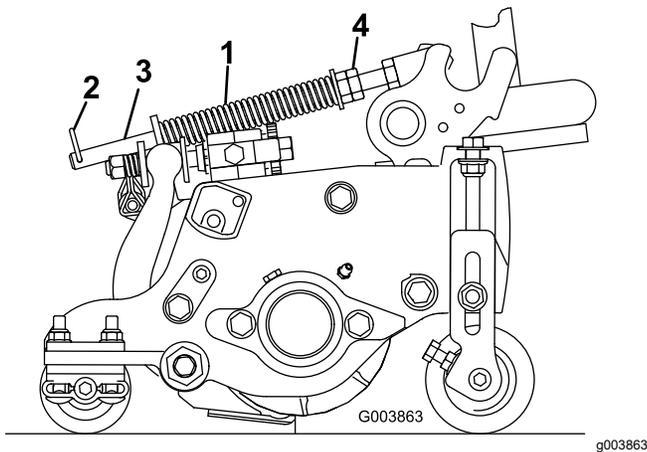

図 53
ターフ補正スプリング 図 53 は、カッティングユニットの前ローラから後ローラへの「体重移動」を行う働きがあります。これにより、マーセリングやボビングと呼ばれる「波打ったような」仕上がりを防いでいます。
1. スプリングロッドの後の穴にヘアピンが差し込まれていることを確認してください 図 53。
2. スプリングロッド前部の六角ナットを締めて、スプリング圧縮状態の長さが159 mmになるようにする 図 53を参照。